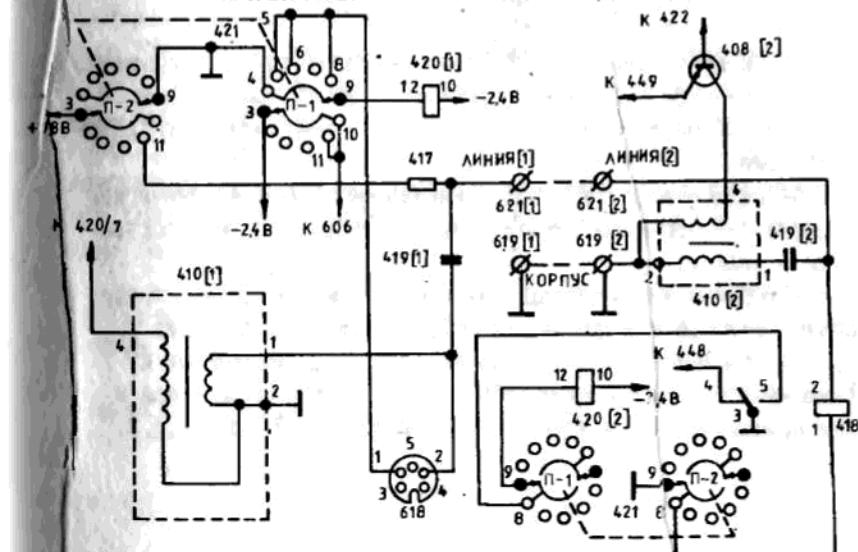

Рис. 9. Упрощенная принципиальная схема блока низкой частоты при положении переключателя (421) "ПЕР. РЕТР. СВЕТ."
приемника первой радиостанции модулируется передатчик второй радиостанции. Когда ручка переключателя (421) переводится в положение "ПЕР. РЕТР. СВЕТ" (см. упрощенную принципиальную схему (рис. 9)), замыкается цепь реле (420) и первая радиостанция переводится на передачу, одновременно контактами переключателя разрывается цепь постоянного тока, поступающего в линию, и вторая радиостанция переходит на прием.